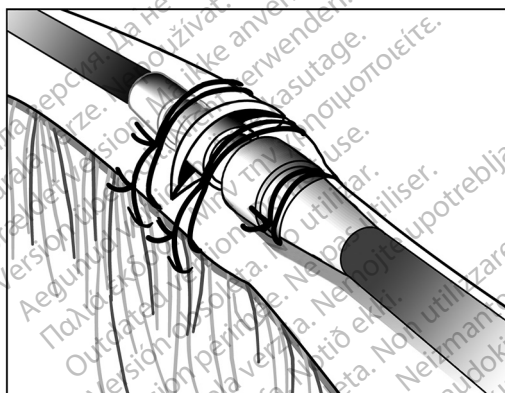

Figure 12. Exemple de manchon de suture, technique d'incision veineuse
3. En utilisant le même sillon, fixer la sonde et la veine sur le fascia adjacent (Figure 12 Exemple de manchon de suture, technique d'incision veineuse en page 35).